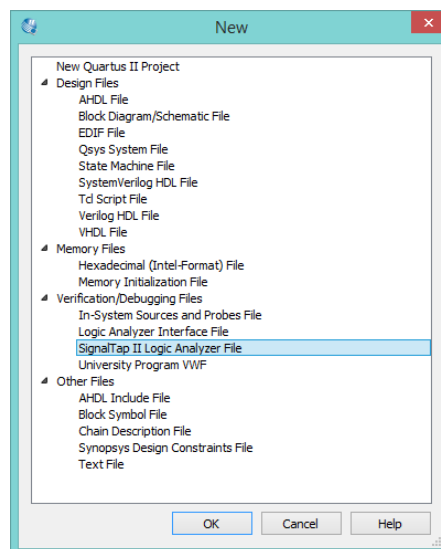

Figura 4 – Criação de um ficheiro do tipo *SignalTap II Logic Analyser File*.
2. Devido à elevada frequência de comutação, a maioria dos bits do contador não podem ser devidamente observados a olho nu em dispositivos simples como os LEDs. Para resolver este problema e avaliar o funcionamento correto de todos os bits do contador vamos recorrer a uma ferramenta, designada *Analizador Lógico Integrado*, tipicamente disponibilizada pelos fabricantes das FPGA. Estas ferramentas permitem especificar os sinais do sistema que pretendemos visualizar, adicionar de forma transparente e automática a lógica necessária para a sua captura, armazenamento e transferência para um computador de desenvolvimento onde será realizada a sua visualização. A lógica adicionada para este efeito utiliza os próprios recursos lógicos programáveis da FPGA. A interface para transferir os sinais capturados é também o usado na programação da FPGA (denominado JTAG) o que é bastante conveniente. Para usar esta facilidade, o primeiro passo é a criação de um ficheiro no "Altera Quartus II" do tipo *SignalTap II Logic Analyser File* (figura 4).